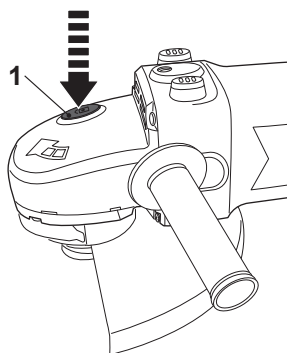

Fig. 11
> Presione el botón de bloqueo del husillo (1) y gire el husillo hasta que se bloquee en posición (Fig. 11).
> Presione el botón de bloqueo del husillo (1) y apriete la brida de apriete (10) en sentido horario con la llave (15) (Fig. 11 y 12).